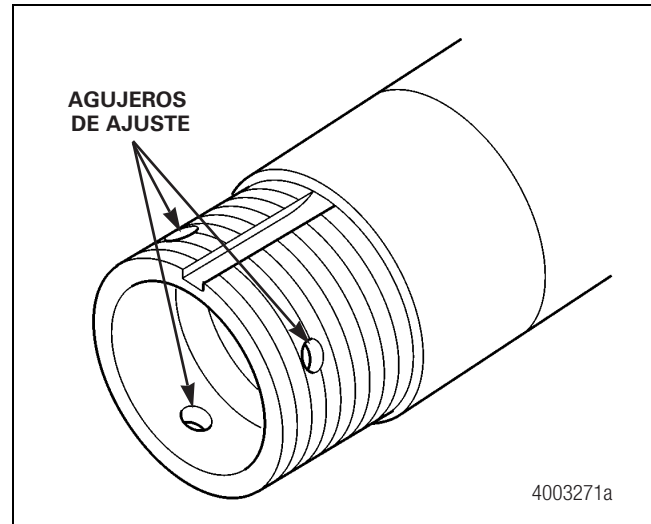

Figura 9.8
- Por la espiga, la cual consiste en un eje estilo "TP" con tres agujeros de ajuste taladrados. Figura 9.8.